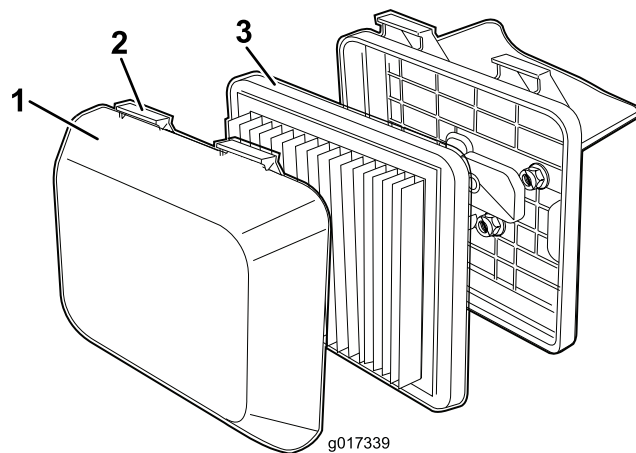

図 19
1. エアクリーナカバーの上部についているラッチのタブを押す（図 19）。
3. フィルタを外す（図 19）。